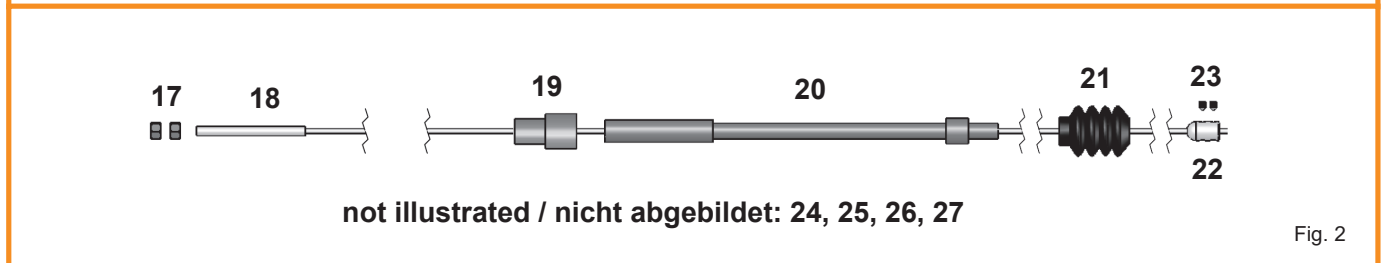

Fig. 2
- Only the M6 hex nuts (Pos:17, Fig.2) need to be reused from your old drum brake system.
- Lediglich die M6 Einstellmuttern für die Handbremse (Pos:17, Fig.2) müssen von der ursprünglichen Montage übernommen werden.